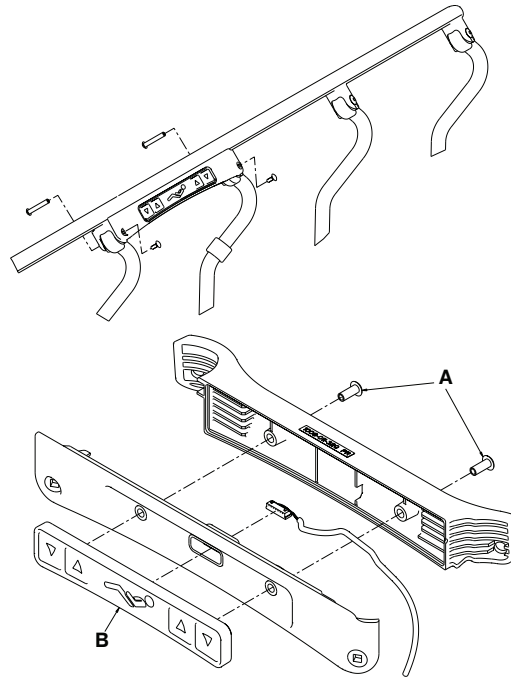

Figure 32 – Remplacement du module de commande de la barrière
3. À l'aide d'un tournevis cruciforme n° 2, retirer les deux écrous cylindriques (A) qui fixent le module de commande au rail supérieur (Figure 32).